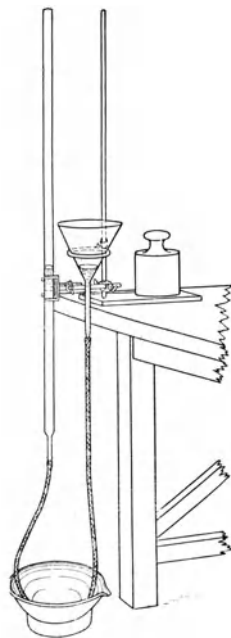

Fig. 103.
**Anleitung.** a) Klemme die Glasröhre in lotrechter Stellung so fest, daß das weite offene Ende nach oben gekehrt ist (Fig. 103). Setze den Trichter in den Ring des Gestells, verbinde durch einen Kautschukschlauch seinen Hals mit dem untern Ende der Glasröhre und gieße Wasser in den Trichter, bis der Spiegel  $\sim 25$  cm unter dem obern Ende der großen Röhre liegt. Stelle ein großes Gefäß unter, das bei einem Mißgeschick das ausströmende Wasser auffängt.